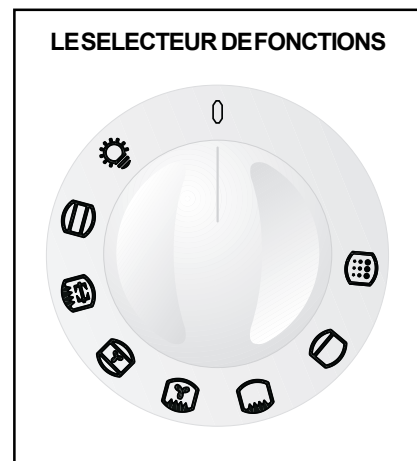

Fig. 2
- ils doivent avoir un fond épais et bien plat (fond dressé) pour assurer un bon contact avec la plaque (Fig.2).
Cette commande vous permet de choisir le mode de cuisson désirée. Les symboles présents sur le sélecteur de fonctions signifient (Fig. 2):